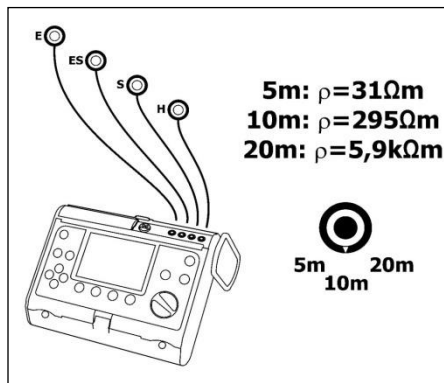

Рис.15. Подключение прибора.
- подключить измеритель сопротивления заземлений и удельного сопротивления грунта (MRU-XXX) к гнездам согласно Рис.15;